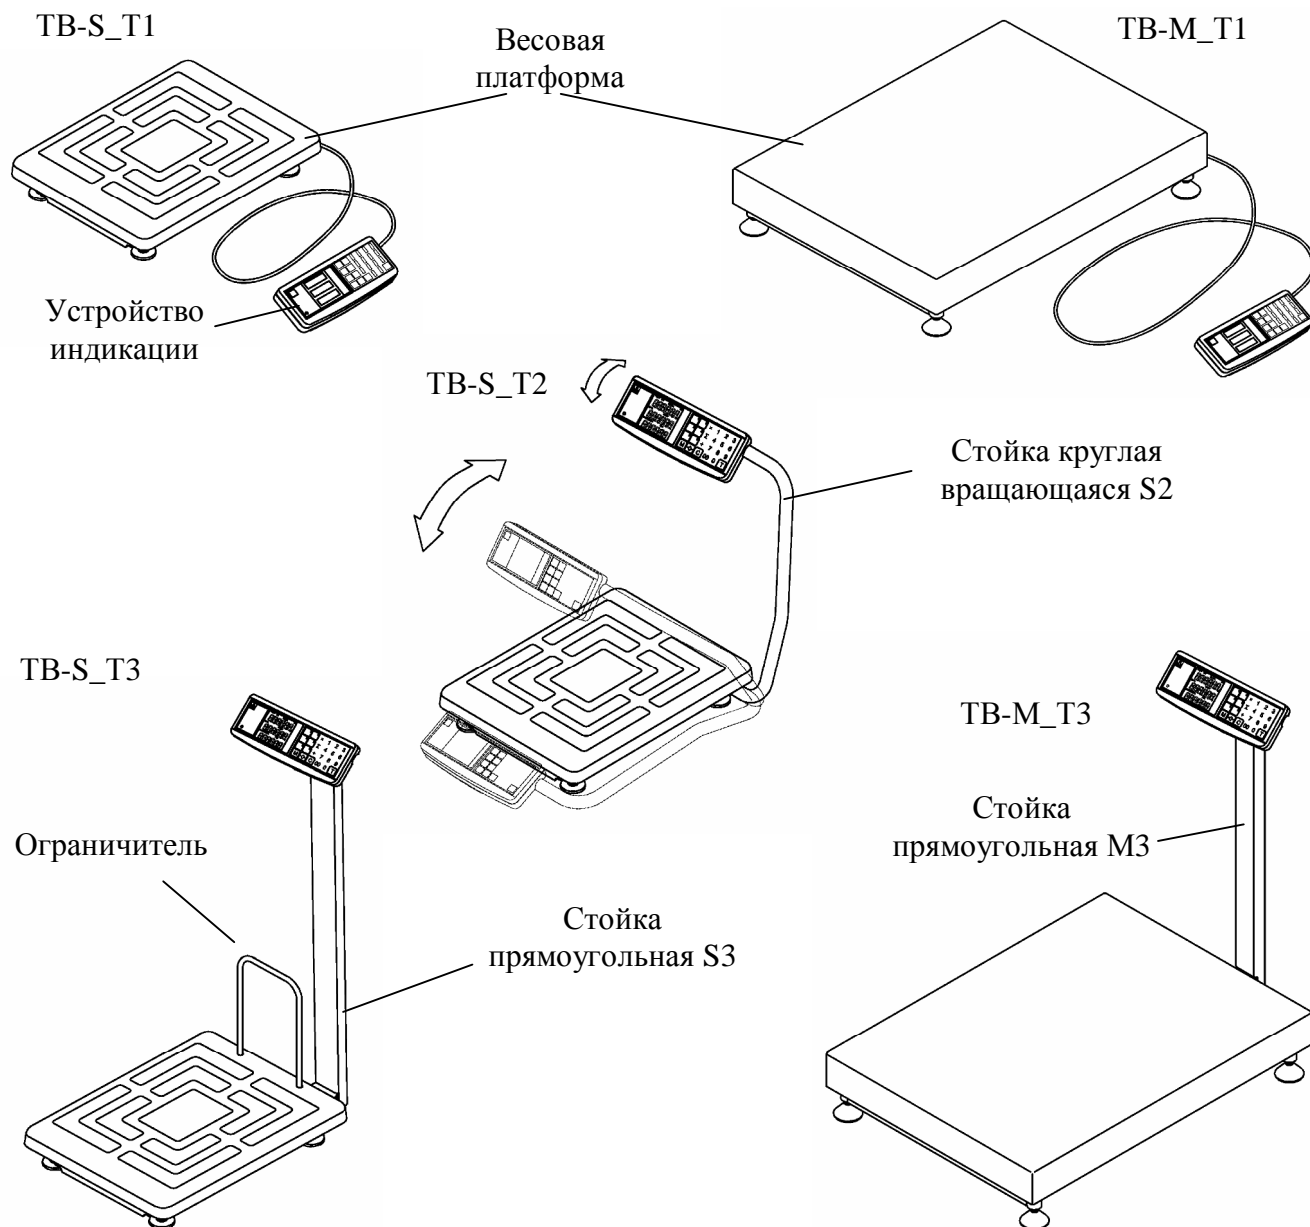

Рис. 5.1- Варианты исполнения весов
5.1 Весы состоят из весовой платформы и устройства индикации. В зависимости от способа установки устройства индикации весы поставляются в следующих вариантах (Рис. 5.1):
- вращая стойку (Рис. 5.1) установить ее в удобное для работы положение и зафиксировать, плотно затянув винты в кронштейнах основания (восемь винтов). На входе в стойку оставить припуск кабеля длиной $20 \div 30$ мм;